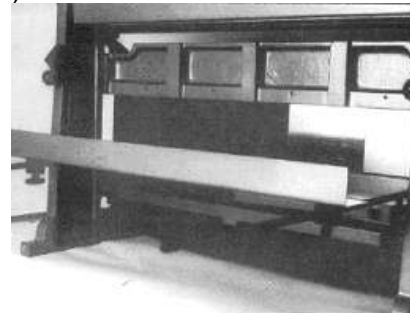
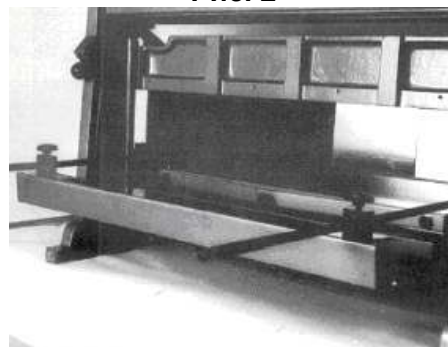

Рис. 2
Рис. 3
11. Блок задней шкалы устанавливается либо в положении для резки (железный уголок смотрит вверх – Рис. 2) или в положение для гибки (железный уголок смотрит вниз – Рис. 3).